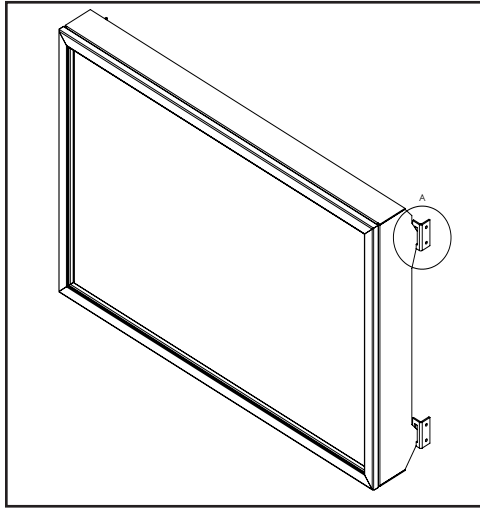

Figure 38a: Installation de l'écran de sécurité sur le support de l'armoire (pièces retirées pour plus de clarté)
Pour installer l'écran de sécurité, maintenez-le debout devant le foyer avec quatre (4) crochets pointant vers le foyer. Faites glisser les crochets dans les supports correspondants de chaque côté du meuble (voir figures 38a et 38b). Assurez-vous que les crochets sont bien fixés pour confirmer la bonne installation. Pour retirer l'écran de sécurité, détachez-le des supports.